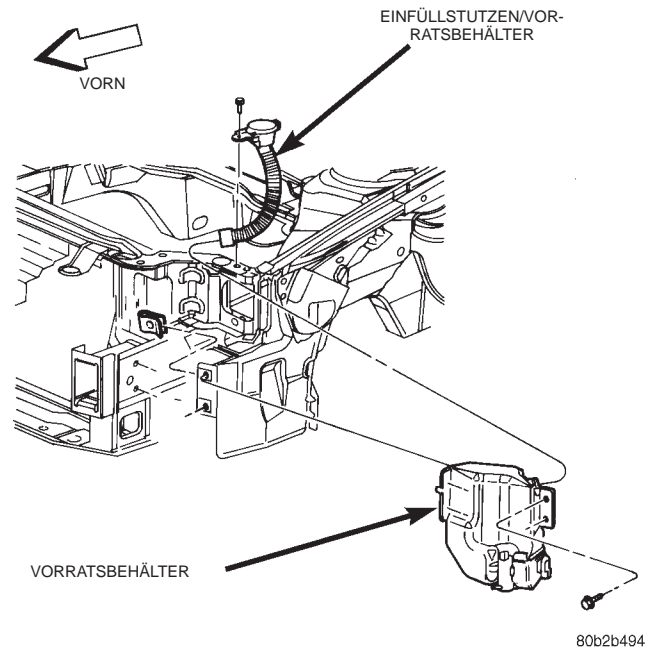

Abb. 4 Einfüllstutzen des Vorratsbehälters ausbauen
(7) Hinter den Vorratsbehälter greifen und den Einfüllstutzen von der Rückseite des Vorratsbehälters abnehmen.
(8) Einfüllstutzen samt Schlauch durch den linken Kotflügel nach oben ziehen und abnehmen (Abb. 4).